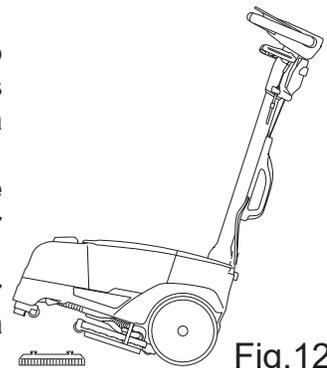

Fig.12
- Haciendo palanca con el mango, levante la parte delantera de la máquina, coloque el cubrecepillo de la máquina sobre el cepillo y luego baje la máquina (Fig. 12).
- Levante la parte delantera de la máquina haciendo palanca con el mango (Fig.12).